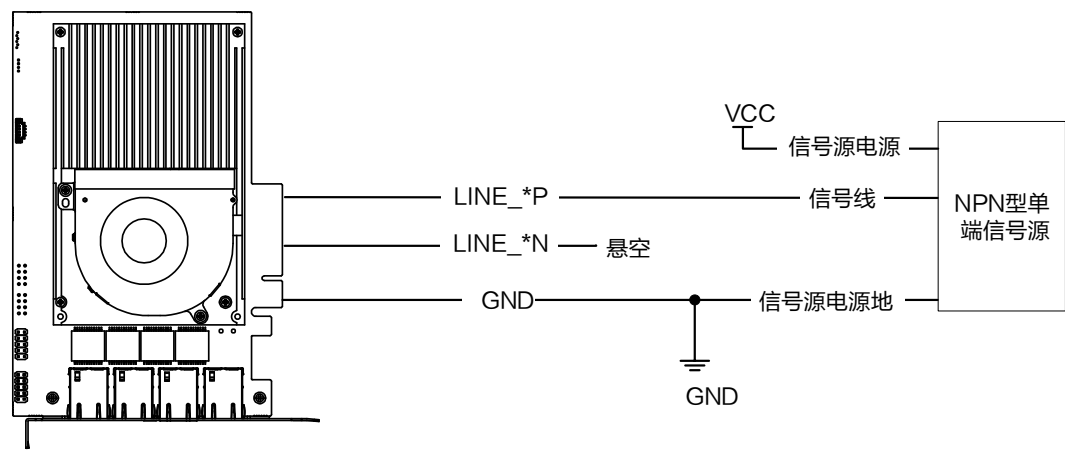
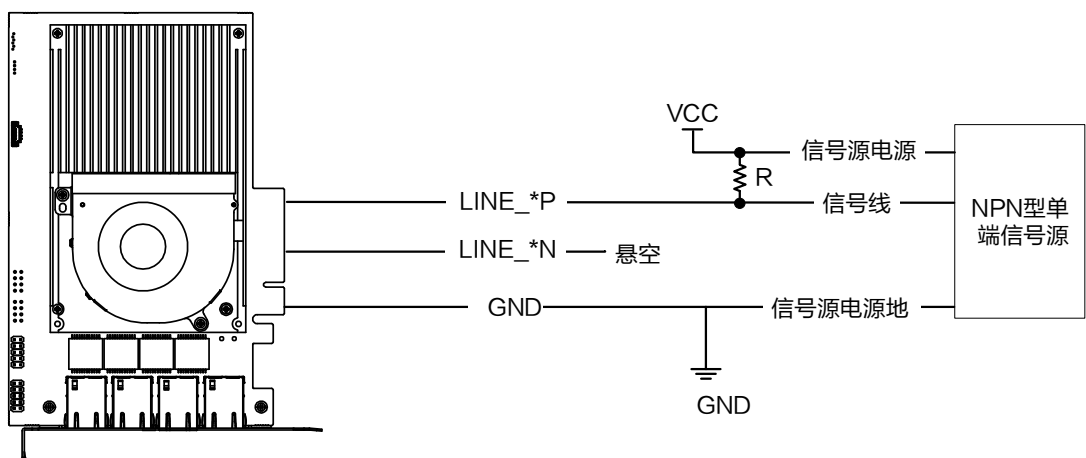

图5-6 NPN 单端输入接线（无需上拉电阻）
图5-7 NPN 单端输入接线（需上拉电阻）
- NPN 型单端信号源提供信号源时，有两种不同的接法，如图5-6和图5-7所示，其中图5-7接线图中上拉电阻阻值范围为 1 ~ 10 K Ω 。